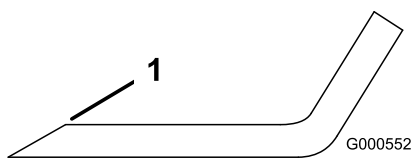

Figure 78
1. Au moyen d'une lime, aiguïsez les tranchants aux deux extrémités de la lame (Figure 78).
Remarque: Si la lame est déséquilibrée, limez un peu l'extrémité de l'ailette seulement (Figure 78).